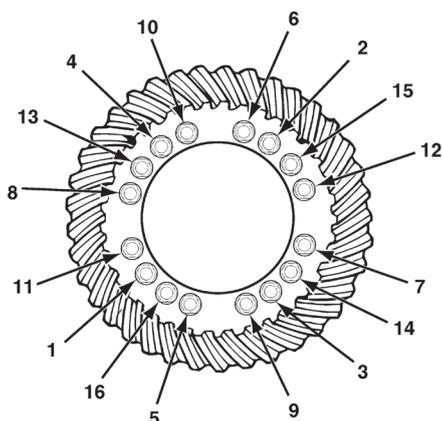

Figura 5.26
- A. Instale 4 parafusos e suas arruelas ou parafusos, porcas e arruelas nas caixas dos satélites. A distância entre os fixadores devem ser iguais. Aperte os componentes de fixação com o valor de torque especificado em sentido cruzado de um em relação ao outro. Veja a seção 8. Figura 5.26.